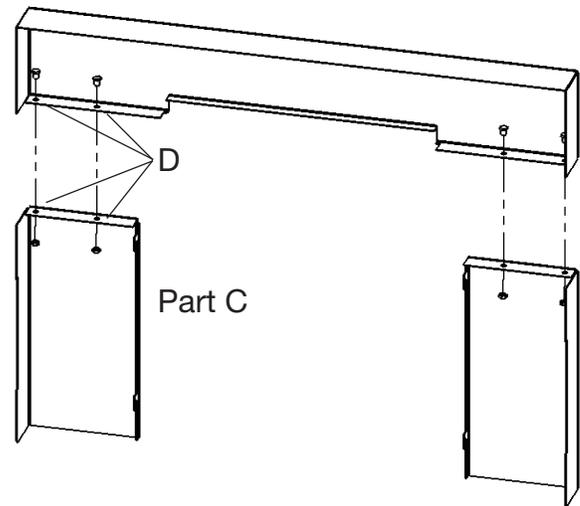

Figure 10: .
1. Retirez les vis de transport situées en haut de chaque panneau latéral (fig. 10). Retirez les deux vis retenant les commandes du ventilateur sur le panneau latéral et retirez les commandes. Soulevez pour retirer les deux panneaux de l'unité.